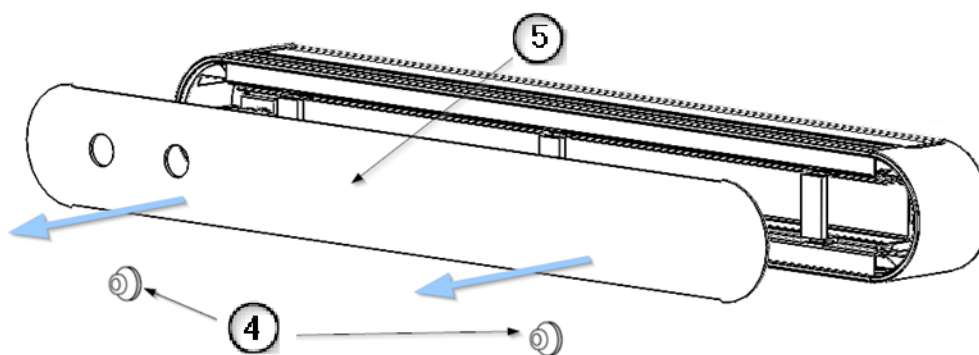

Fig. 3 Démontage du panneau avant
- Retirez les vis M4 x 8 DIN 7505 (3) fixant les pattes de serrage du panneau avant (2). Le support (1) est fixé au panneau avant.
- Retirez le couvercle avant (5) à l'aide de deux ventouses (4) comme indiqué dans la figure 3 pour révéler les entrées de gaz préinstallées sur l'appareil.